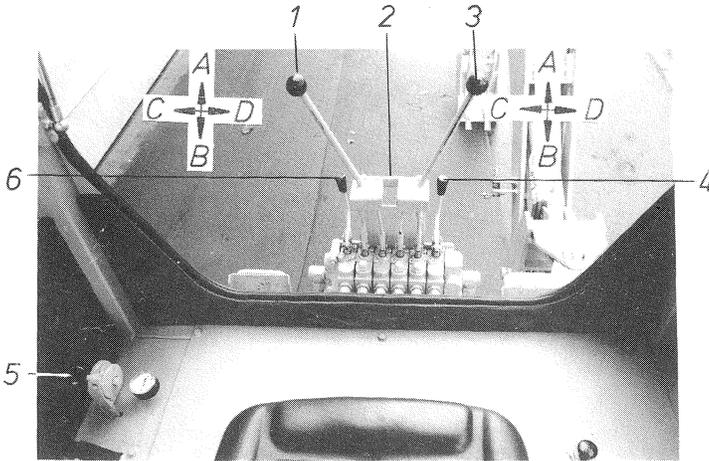

FIG. 18
- Incliner le godet jusqu'à la butée en poussant le levier fig. 18/1 vers C et en le maintenant dans cette position.
- Fermer la vanne de blocage et relâcher ensuite le levier fig.18/1.
- Faire revenir le godet jusqu'à la butée en poussant le levier fig. 18/1 vers D et en le maintenant dans cette position.
- Refermer la vanne de blocage et relâcher ensuite le levier fig. 18/1.